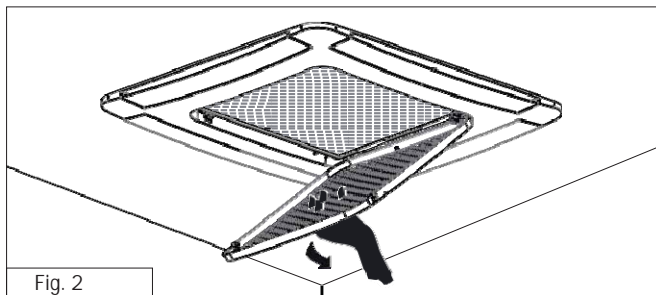

Fig. 2
2. Drag panelen nedåt utan onödigt kraft (Fig. 2).